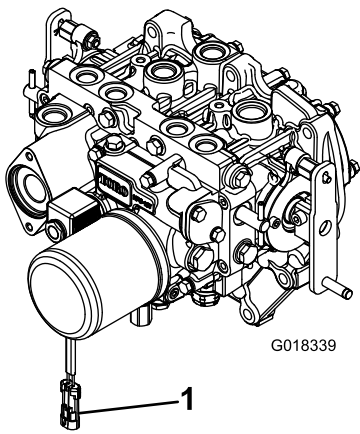

图3
2. 将线束接头从 PTO 电磁头阀门线圈连接器断开图3。
线束接头连接至 PTO 电磁头阀门线圈连接器图3。